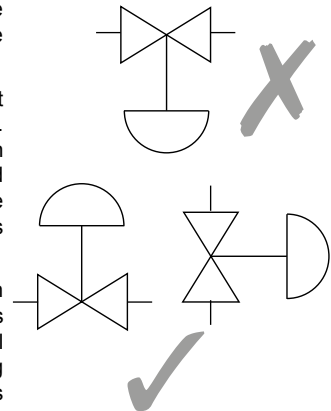

Abb. 3
3.3 Der Durchflusspfeil auf dem Ventilgehäuse muss mit der Durchflussrichtung des Mediums übereinstimmen. Das Ventil ist vorzugsweise in einer horizontal verlegten Rohrleitung (siehe Abb. 3) eingebaut werden. Wird ein Stellantrieb an das Ventil montiert, so sind die Montage- und Wartungsanweisungen des Stellantriebs zu beachten.